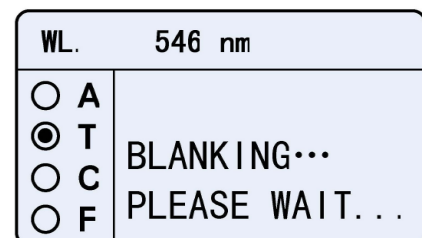

Fig. 4-5
3) Mueva la referencia hasta la luz para calibrar el 100%T (Fig. 4-5).